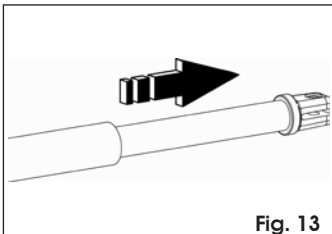

Fig. 13
4. Estrarre completamente il tubo sino al suo arresto (Fig. 13).